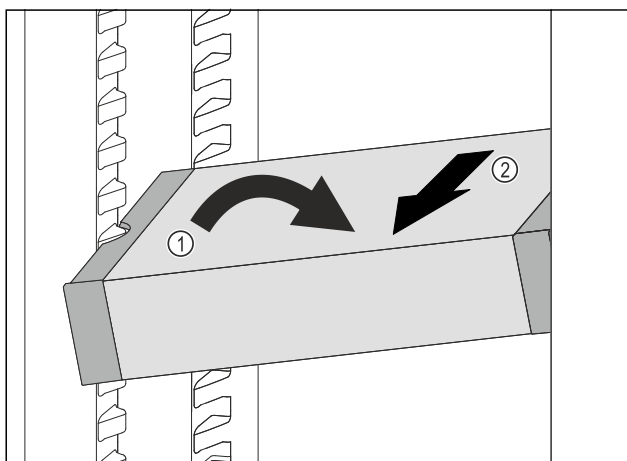

Fig. 106
- VarioSafe im Kühlteil schräg stellen. Fig. 106 (1)
- VarioSafe nach vorne entnehmen. Fig. 106 (2)